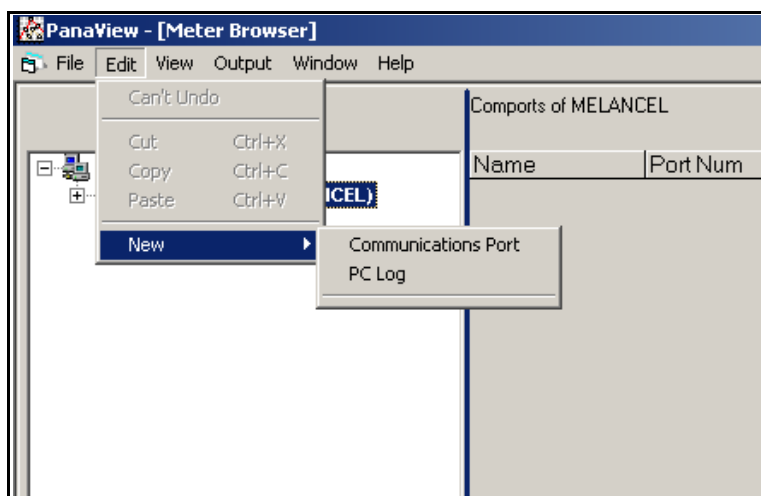

Рис. 32: Меню Edit
4. Нажмите на опцию *New* (Новый) для того, чтобы открылось подменю с двумя вариантами на выбор (см. *Рис. 32* внизу).